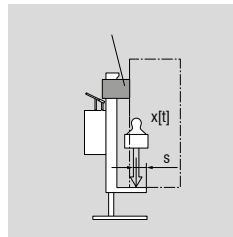

Fig. 11.1.3 Afstandsblok
- Ved lastoptagelse på fodkloen skal lasten altid ligge til på donkraftens skaft. Er dette ikke muligt, skal den medfølgende afstandsblok bruges for at holde søjlens bøjebelastning så lille som mulig (fig. 11.1.3).
- Til korrekt brug sættes afstandsblokken på den hydrauliske donkraft, som vist i fig. 11.1.3. Afstandsblokken kan bruges til to forskellige afstandsoptioner. Disse er mærket med pile. Afstandene kan indstilles ved at dreje afstandsblokken. Derved skal pilen være positioneret lodret til lasten. Gøres der ikke brug af afstandsblokken under anvendelsen, fordi lasten ligger til på donkraftens skaft, fjernes den igen.